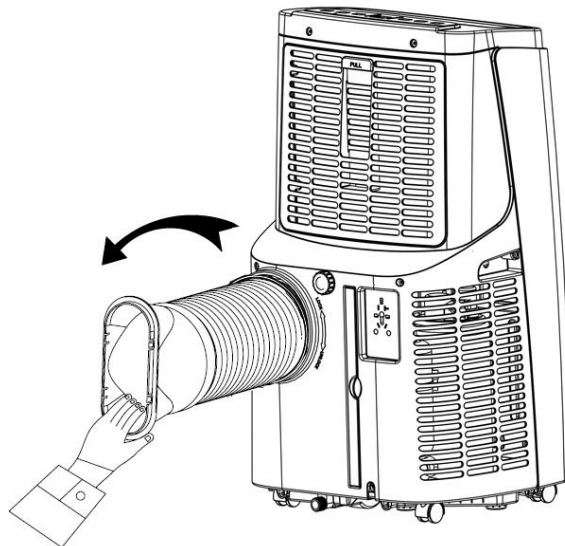

Abb. 1
1.1 Einbau des Warmluft-Austrittsleitung-Sets (siehe Abb. 1)
- 2) Das Austrittsleitung-Set (Ende der Austrittskupplung) in die Nut der Lüftungsöffnung an der hinteren Platte der Klimaanlage (nach links drücken) einschieben und den Einbau nach der Abbildung 1 abschließen.